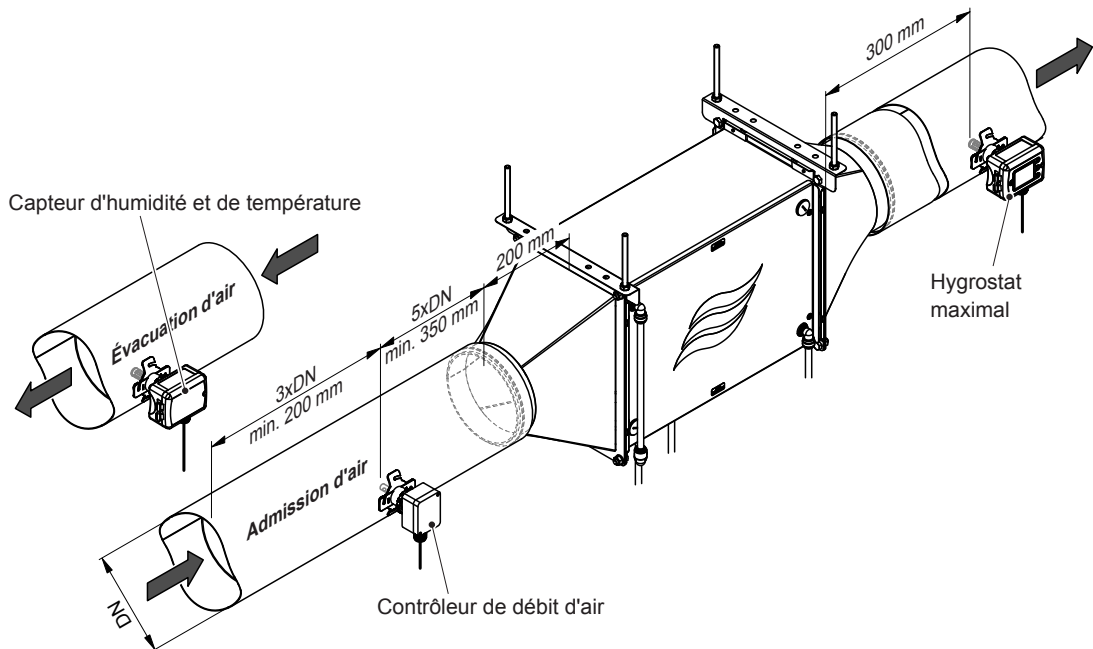

Fig. 29: Positionnement du capteur d'humidité et de température et des dispositifs de surveillance avec régulation de l'humidité de l'air extrait
1. Percer l'orifice d'introduction pour le capteur ( $\varnothing 16$  mm) dans la gaine d'aération (positionnement voir Fig. 29).